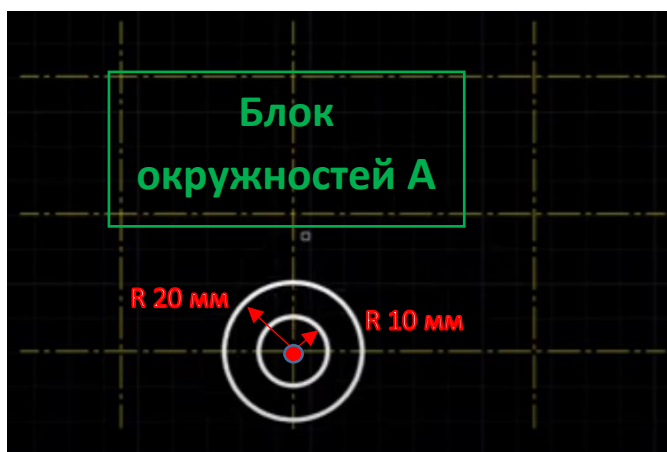

Рисунок 3 – Построение окружностей Блока А
3. Для выполнения основных линий чертежа перейдите на основной (0) слой шаблона.
4. С помощью команды вкладки **Главная** группы **Рисование/Круг (Центр и радиус)** постройте из одного центра 2 окружности (назовем его Блок А) радиусами 10 мм и 20 мм (см. рисунок 3). Для этого для каждой окружности выберите команду **Круг (Центр и радиус)**, установите курсор в центр окружностей Блока А и введите значение радиуса создаваемой окружности с клавиатуры.